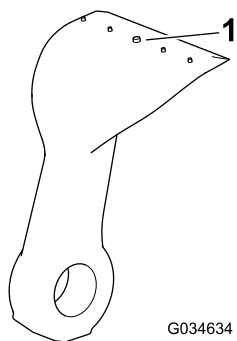

Figure 81
- Vérifiez qu'aucune lame n'est excessivement usée en vous aidant de la ligne d'usure (Figure 81). Remplacez les lames qui sont usées jusqu'à la ligne d'usure.